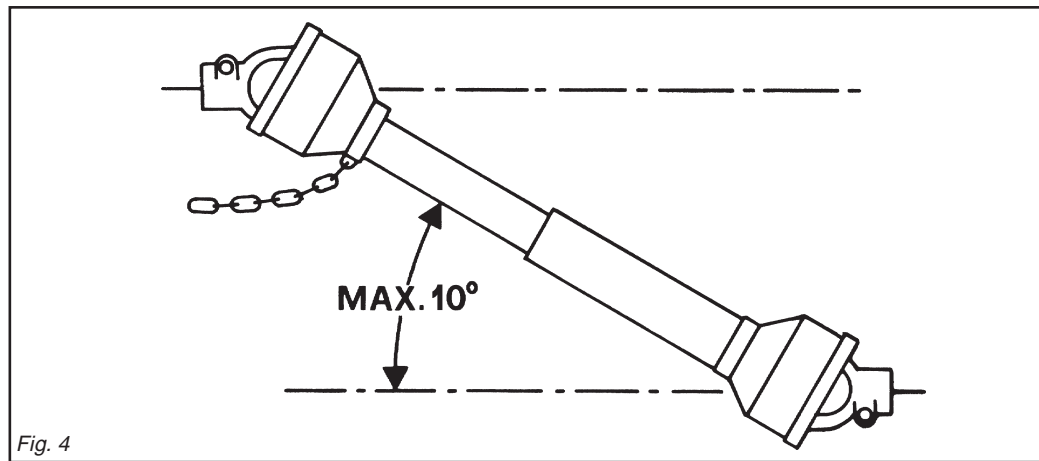

Fig. 4
- 40)** Disinserire, sempre, la presa di forza quando l'albero cardanico fa un angolo troppo aperto (mai oltre i 10 gradi - Fig. 4) e quando non viene usata.
- 40)** *Always disengage the pto when the cardan shaft is set at an excessively open angle (never beyond 10 degrees - Fig. 4) and when it is not in use.*
- 40)** Die Zapfwelle immer ausschalten, wenn die Gelenkwelle einen zu großen Winkel einnimmt (nie über 10 Grad - Abb. 4) und wenn sie nicht gebraucht wird.
- 40)** *Débrayez toujours la prise de force quand l'angle de l'arbre à cardans est trop ouvert (jamais plus de 10 degrés Fig. 4) et lorsque vous ne devez pas l'utiliser.*
- 40)** Desactivar, siempre, la toma de fuerza cuando el árbol cardánico hace un ángulo demasiado abierto (nunca superar los 10 grados - Fig. 4) y cuando no la usamos.